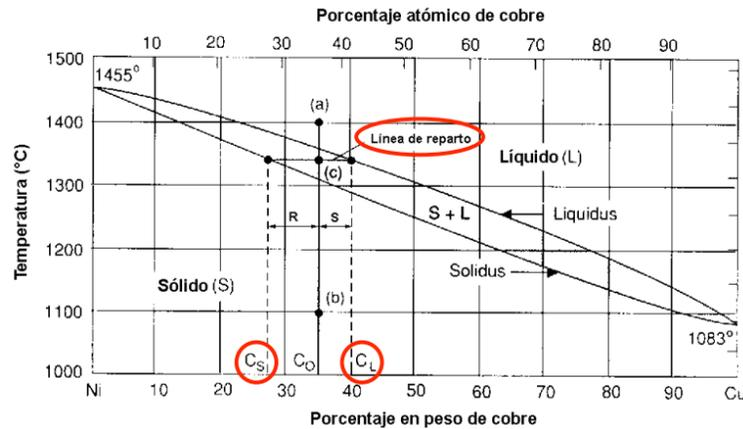

Figura 8. Regiones monofásicas
2. Físicamente la aleación estará constituida por 100% de fase líquida homogénea o bien 100% de fase sólida homogénea. (Ver figura 8)